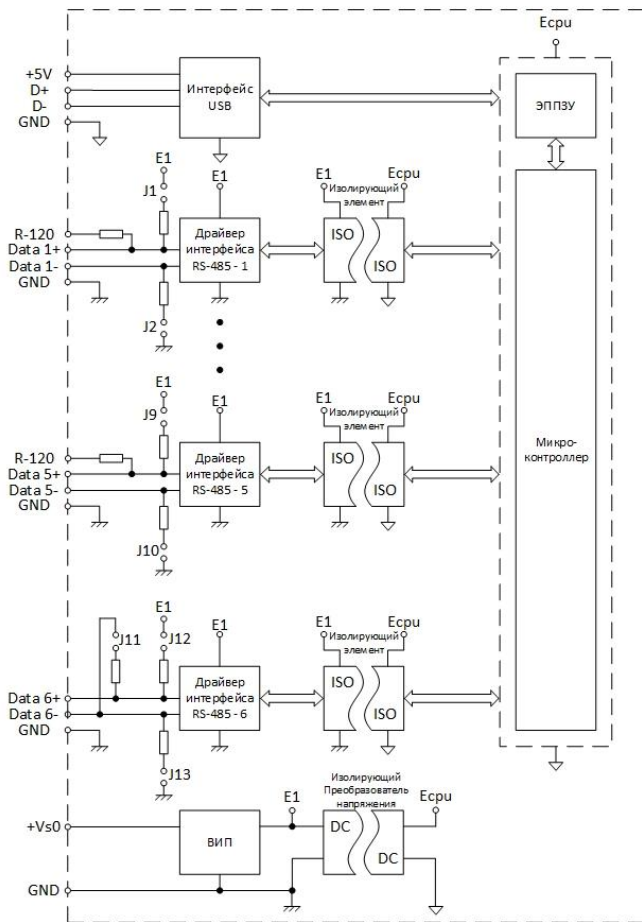
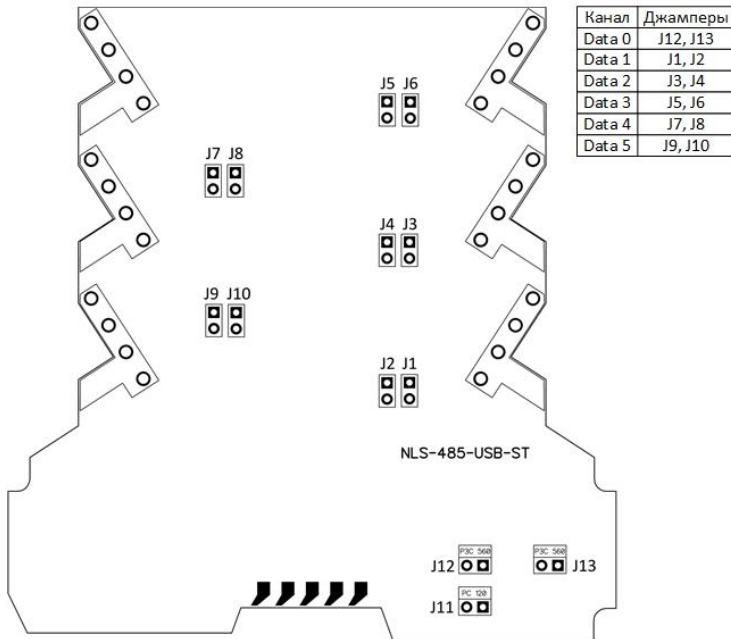

Рис. 4.2. Структурная схема модуля NLS-485-USB-6-ST
Рис. 4.4. Расположение «джамперов» подключения согласующих резисторов на плате модуля NLS-485-USB-6-ST
- содержит на линиях разветвления RS-485 встроенный резистор для согласования выходного сопротивления с кабелем с волновым сопротивлением 120 Ом и резисторы смещения для устранения состояния неопределенности линии передачи (см. рис. 4.2);
Основой модуля NLS-485-USB-6-ST (рис. 4.2) является микроконтроллер, который обеспечивает управление потоками данных между каналами. Вторичный импульсный источник питания (ВИП) преобразует напряжение питания в диапазоне от +10 до +30 В в напряжение +5 В. Также на схеме расположен преобразователь напряжения с гальванической развязкой для питания внутренних цепей напряжением +3,3 В. Интерфейсы RS-485 выполнены на стандартных микросхемах фирмы Analog Devices (приемопередатчик RS-485), удовлетворяющих стандарту EIA и имеющих защиту от электростатических зарядов, от выбросов на линии связи, от короткого замыкания и от перенапряжения. Все каналы RS-485 имеют гальваническую изоляцию (по линиям Data+ и Data-) между собой, и от основной схемы модуля.
Каждый канал модуля имеет возможность подключения терминального резистора 120 Ом между линиями Data+ и Data- и резисторов подтяжки к питанию 560 Ом (Data+ к «+» питания, Data- к «земле»). Чтобы подключить терминальные резисторы на каналах Data1...Data5, достаточно соединить перемычкой клемму «R120» с клеммой «Data-» соответствующего канала. Как видно на структурной схеме, клемма Data+ соединена с терминальным резистором уже внутри модуля. Чтобы подключить терминальный резистор канала Data6 необходимо аккуратно разобрать корпус, предварительно сняв металлическую защелку (см. рис. 4.3), и установить «джампер» J11 (см. рис. 4.2). Аналогичным образом подключаются резисторы подтяжки к питанию по всем каналам – с помощью «джамперов» (рис. 4.4). **По-умолчанию все подтяжки и терминальные резисторы отключены.**